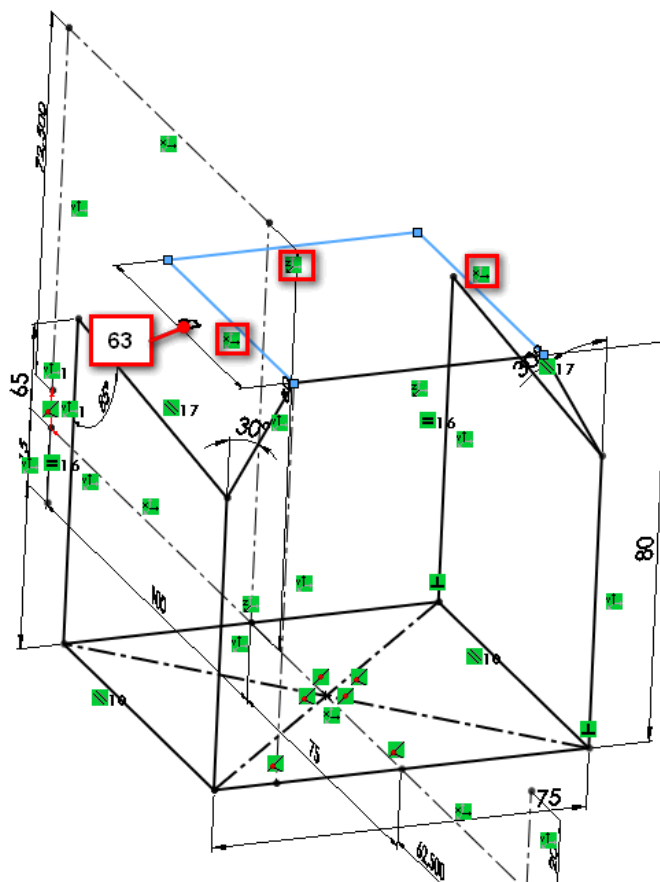

Figura 1.9 - Desenho da parte superior.
2.17. Com a ferramenta linha , selecione o plano de trabalho ZX e desenha as linhas em azul na Figura 1.9. Dimensione com 63 e certifique-se de adicionar as relações **Ao longo de X** e **Ao longo de Z**, destacadas na Figura 1.9.